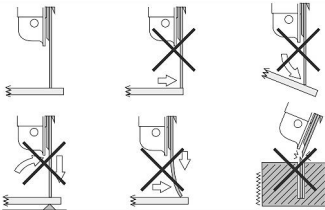

Figura 5
- e) Los discos de corte deben usarse en un ángulo de 90° con respecto a la pieza (Figura 5).